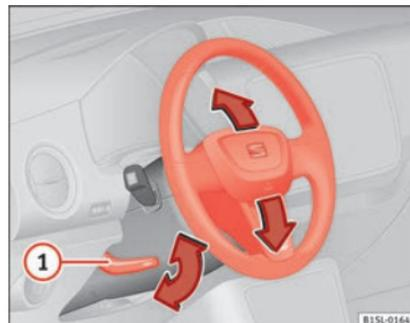

Abb. 3 Lenkradposition mechanisch einstellen.
- Den Hebel » Abb. 3 ① nach unten schwenken.
- Den Hebel » Abb. 3 ① nach dem Einstellen immer fest nach oben schwenken, damit das Lenkrad während der Fahrt nicht unbeabsichtigt seine Position verändert.